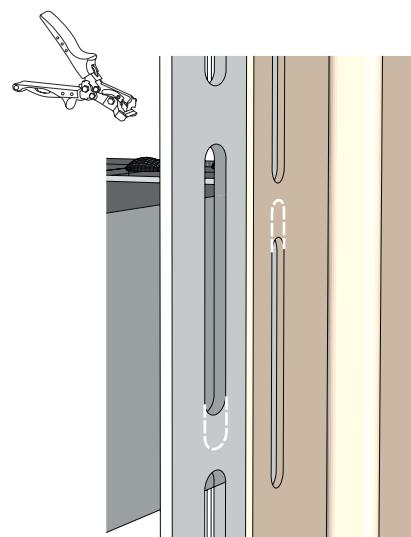

Рисунок 72
**14.5** Перфорационные отверстия при совмещении могут не совпадать, иметь разную разбежку (рис. 72). В таких случаях, используя пробойник овальных отверстий, нужно подогнать перфорационные отверстия, удлинив их на одном, другом или обоих доборных элементах. После монтажа проходит согласно общим правилам монтажа.